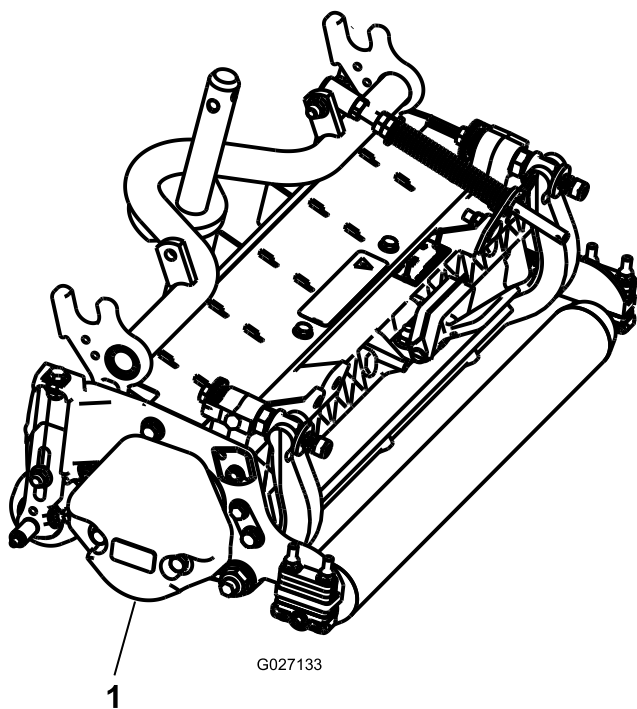

Figura 3
3. Il contrappeso (Figura 3) deve essere montato dal lato giusto dell'apparato di taglio, come descritto nelle *Istruzioni di installazione* del kit contrappeso.